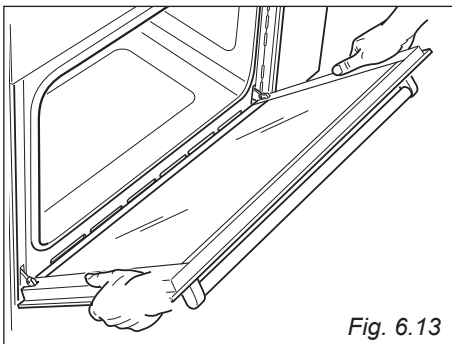

Fig. 6.13
- Impugnare la porta come illustrato in fig. 6.13.